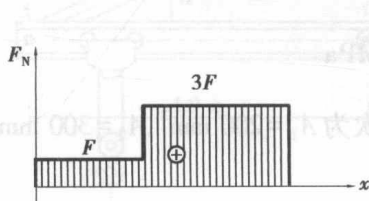

图 2.8
(3)画轴力图,如图 2.8 所示。轴力图坐标原点与杆的左端对齐。